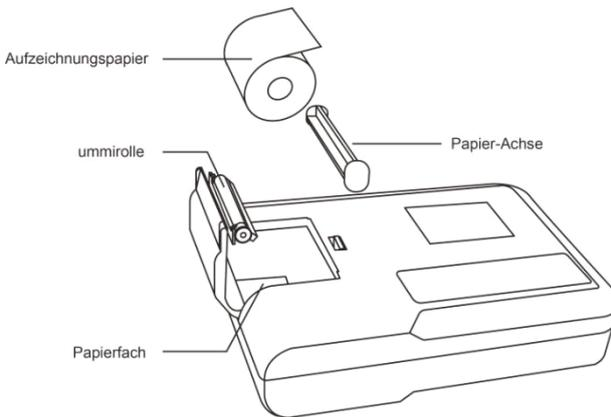

Abbildung 6-1 Auffüllen von Aufzeichnungspapier
1. Öffnen Sie, wie in Abbildung 6-1 gezeigt, die Abdeckung des Papierschranks, nehmen Sie die Papierachse heraus und setzen Sie sie wie in der Abbildung gezeigt in die Papierrolle ein. Die Papierseite mit den Rastern sollte nach unten zeigen und dann in der richtigen Position im Papierschrank installiert werden.